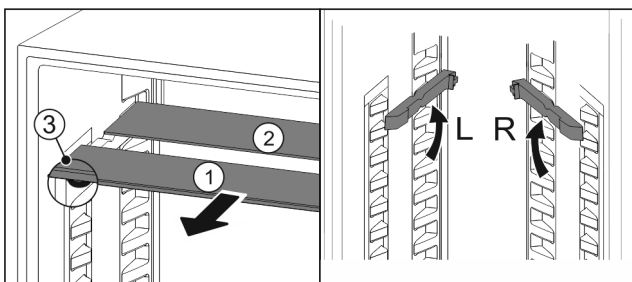

Fig. 125
- ▶ По одной извлеките Fig. 125 (1) стеклянные панели движением вперед.
- ▷ Стеклянная панель Fig. 125 (1) с декоративной планкой лежит спереди.
- ▷ Стопоры Fig. 125 (3) показывают вниз.